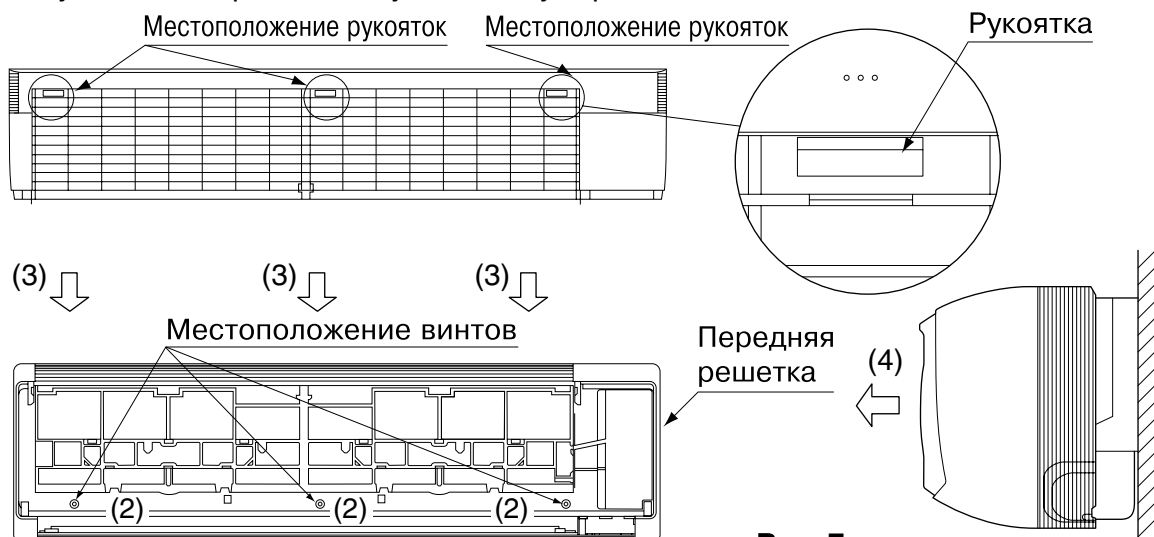
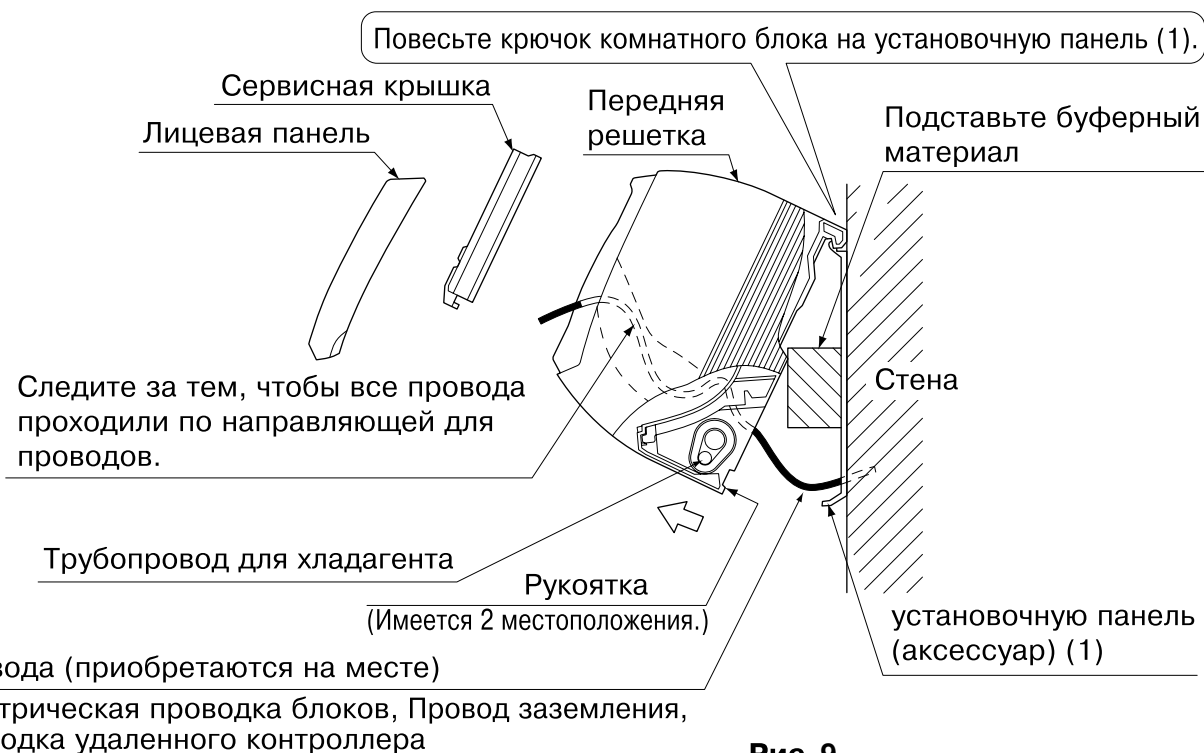

Рис. 7
Рис. 9
- Снимите лицевую решетку. (См. рис. 7)
(6) Повесьте комнатный блок на установочную панель. **(См. рис. 9)**
- (9) Надавите на оба нижних конца комнатного блока двумя руками и наденьте рукоятку на заднюю крышку комнатного блока на установочную панель (1). (См. рис. 9)**
- Уберите буферный материал, подставленный при выполнении шага (6).